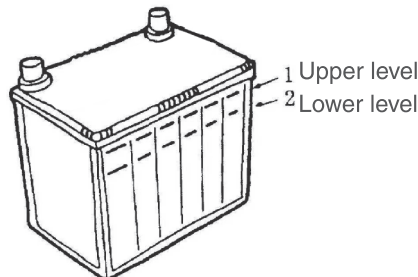

Fig. 4
3.4.2 Verifique que cada celda de la batería está entre el nivel máximo y mínimo de electrolito marcado en la batería. (Fig. 4)